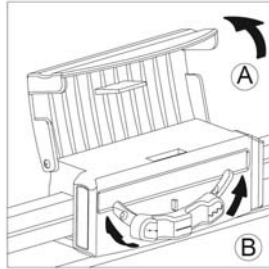

Bild 5
- 1 Öffnen Sie die Abdeckung am Schneidekopf (Bild 5, A).
- 2 Bewegen Sie den Auswahlschalter, um das gewünschte Schnittbild zu erhalten (Bild 5, B).